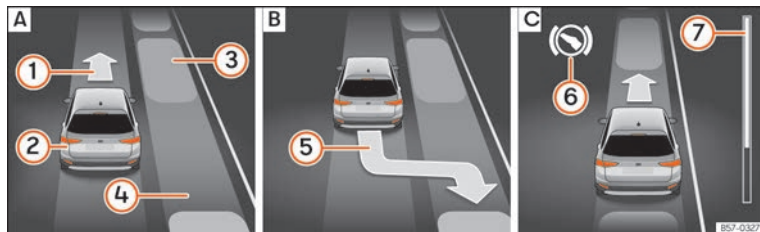
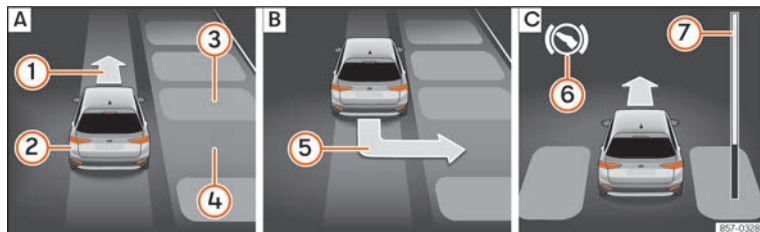

Fig. 282 En la pantalla del cuadro de instrumentos: aparcar en línea. [A] Buscar un hueco de aparcamiento. [B] Posición para aparcar. [C] Maniobrar.
Fig. 283 En la pantalla del cuadro de instrumentos: aparcar en batería. [A] Buscar un hueco de aparcamiento. [B] Posición para aparcar. [C] Maniobrar.
Legenda de la **fig. 282** y **fig. 283**:
La barra de progreso >>> **fig. 282 ⑦** y >>> **fig. 283 ⑦** muestra simbólicamente en la pantalla del cuadro de instrumentos la distancia relativa que aún queda por recorrer. Cuanto mayor es la distancia, más llena está la barra de progreso. Al circular marcha adelante, el contenido de la barra de progreso disminuye hacia arriba,
2.	Mire en la visualización de la pantalla del cuadro de instrumentos si se ha detectado el hueco como "apropiado" y si ha alcanzado la posición correcta para aparcar » fig. 282 [B] o » fig. 283 [B].
6.	O BIEN: retroceda hasta que en la pantalla del cuadro de instrumentos aparezca la indicación de dar marcha adelante » fig. 282 [C] o » fig. 283 [C].
El sistema de aparcamiento asistido dirige el vehículo marcha adelante y marcha atrás hasta centrarlo en el hueco » fig. 282 [C] o » fig. 283 [C].